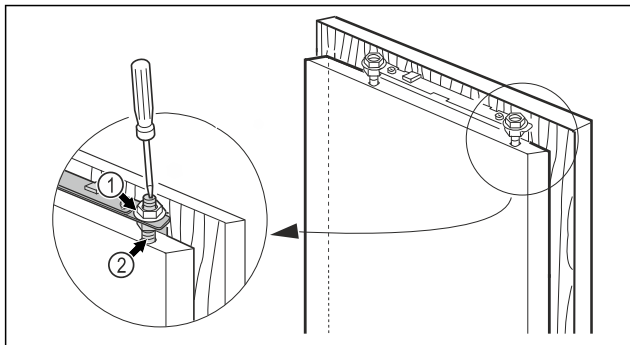

Fig. 23
- Zategnite protitimatice Fig. 23 (1) s šestkotnim ključem 13, pri tem pa nastavitvene zatiče Fig. 23 (2) pridržite z izvijačem.